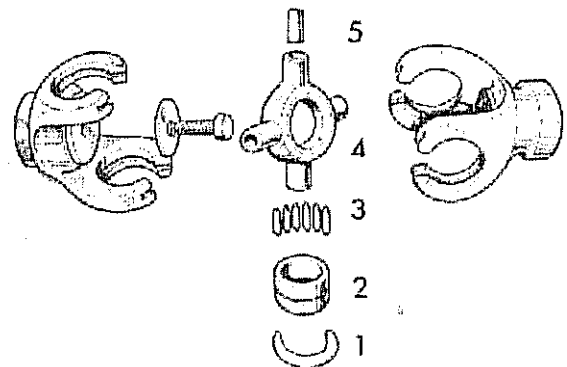

Fig. 247
- 1) Abrir los aros de seguro (1) con una pinza de expansión y quitar las cubetas de los cojinetes de agujas (2) (Fig. 247). Luego retirar las agujas (3), la cruzeta (4) y los bujes elásticos (5).